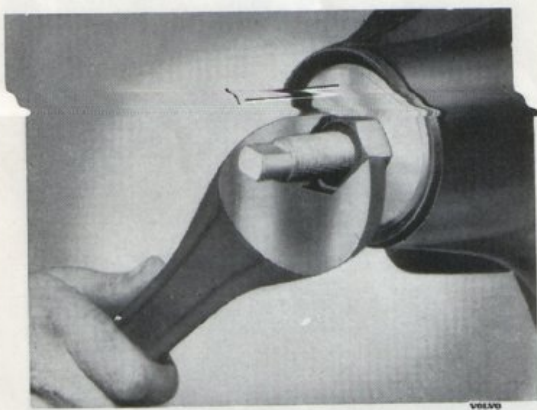

Bild 22. Mont. av lagerringar.
3. Lägg det antal justermellanlägg (30) för bakre pinjonglagrets ytterring, som fanns vid isärtagningen, i kåpan och pressa därefter i ytterringen med hjälp av verktyg SVO 4047, se bild 22.